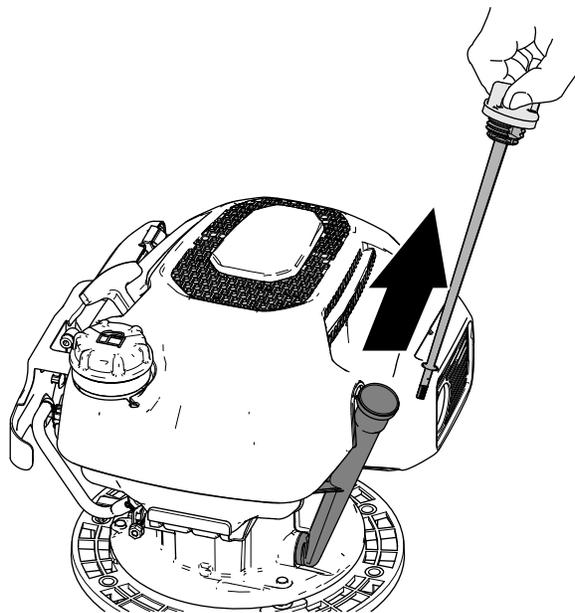

Figura 14
5. Fije el acoplamiento del manillar en el manillar superior (Figura 14) con el perno ($\frac{1}{4}$ " x $1\frac{3}{4}$ ") y la contratuerca ($\frac{1}{4}$ ").
2. Retire la varilla del cuello de llenado de aceite y límpiela con un trapo limpio (Figura 14).